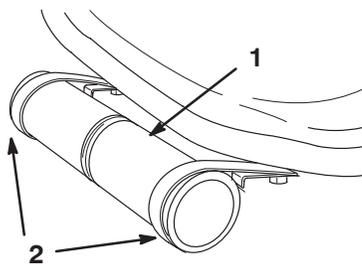

Figure 7
1. Retirez le tube de manuel et les colliers en R fixés à la plaque de base du siège. Conservez (2) vis et rondelles plates de fixation.
2. Montez les colliers en R, sans les serrer, dans les trous extérieurs du côté gauche du siège au moyen de (2) vis et rondelles plates retirées précédemment (Fig. 7).
3. Montez le tube de manuel dans les colliers en R, insérez le manuel dans le tube et vissez le capuchon sur le tube (Fig. 7). Serrez les vis.